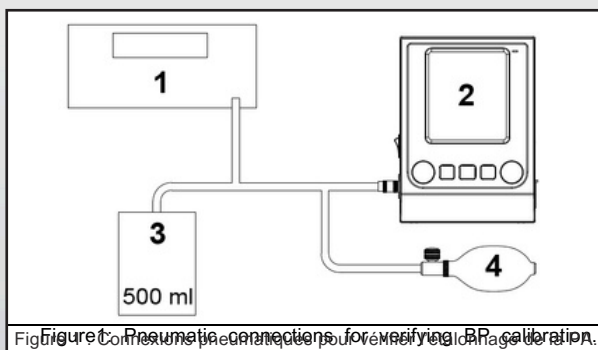

Figure 1. Pneumatic connections for verifying BP calibration.
- 9.4.1.6 Effectuez les connexions nécessaires en vous servant du matériel énuméré dans la liste du matériel nécessaire. Consultez la figure 1 pour les connexions pneumatiques. Passez en